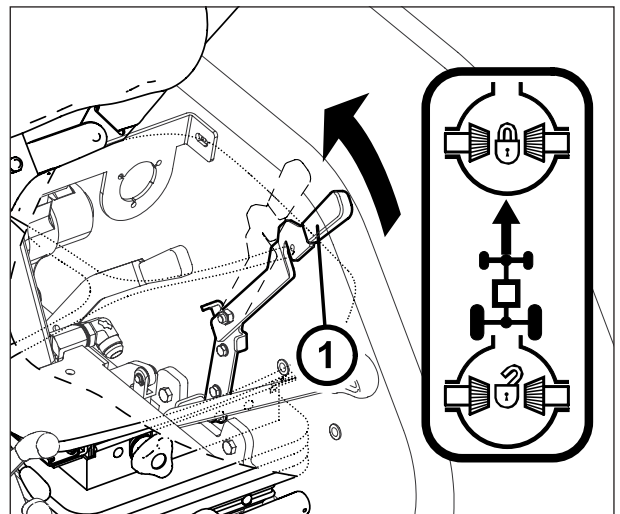

Fig. 59
*Bloqueo del diferencial delantero: para activar el bloqueo del diferencial delantero tirar hacia atrás de la correspondiente palanca (1 Fig. 59) hasta llevarla a la posición de bloqueo.*